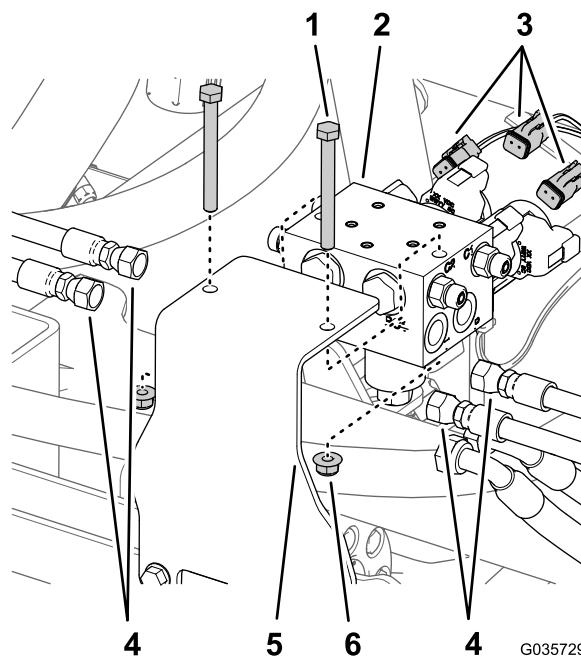

Figura 12
2. Etichetai toate furtunurile conectate la colectorul cilindrului de ridicare (porturile C1, C2, C3 i C4) i deconectai-le de la colectorul cilindrului (Figura 12).
3. Deconectai conectorii cablajului din spate de la solenoidii colectorului cilindrului de ridicare (Figura 12).
4. Îndepărtai colectorul cilindrului de ridicare din suportul de montare prin îndepărtarea a 2 uruburi i 2 contrapiulie (Figura 12).